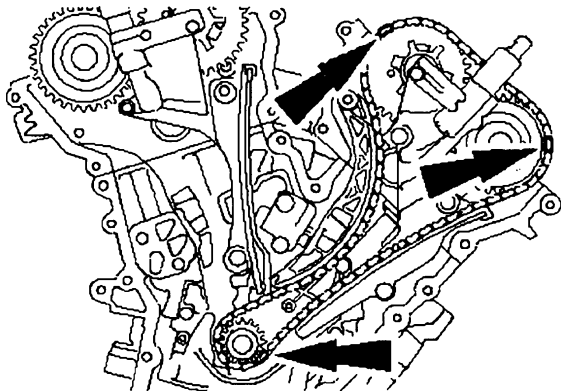

图 11-28 对齐正时标记
14) 确保左侧正时链条正时标记与凸轮轴链轮和曲轴链轮上的正时标记均保持对齐, 如图 11-28 所示。